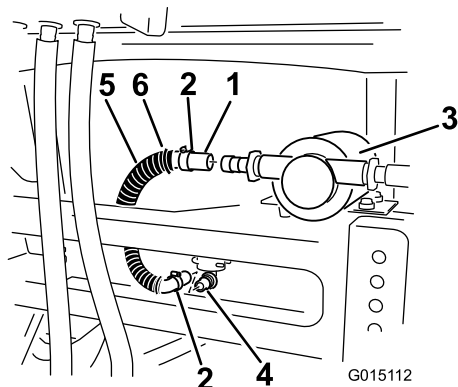

Figure 24
- 3. Branchez une extrémité du flexible au raccord à 90° au fond du réservoir de rinçage (Figure 24).
- 10. Posez le couvercle sur la pompe et insérez les languettes dans les fentes du longeron du cadre (Figure 24).